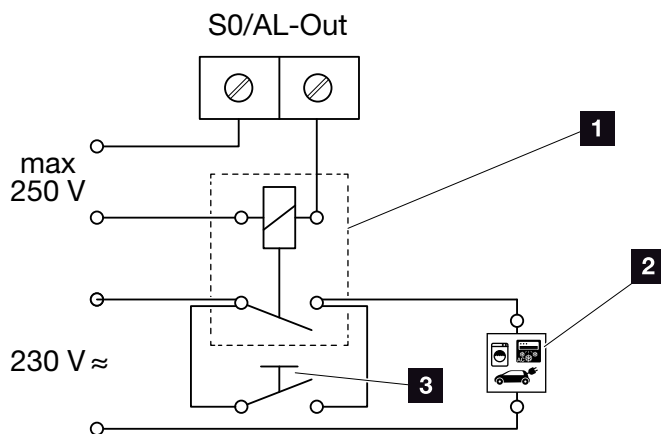

Fig. 61: Collegamento elettrico per l'autoconsumo
1. Collegare il relè di carico esterno al morsettiera di connessione S0/AL-Out **Fig. 61**